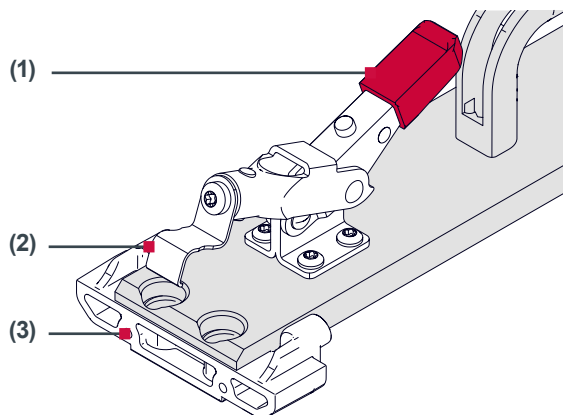

Abb. 2 Befestigung Schlosskonsole
1. Ersten Spannhebel (1) an der Montagehilfe zum Lösen nach oben ziehen und Schlosskonsole (3) wie in Abbildung 2 gezeigt positionieren.
2. Halteblech (2) über die Schlosskonsole führen und Spannhebel (1) schließen.